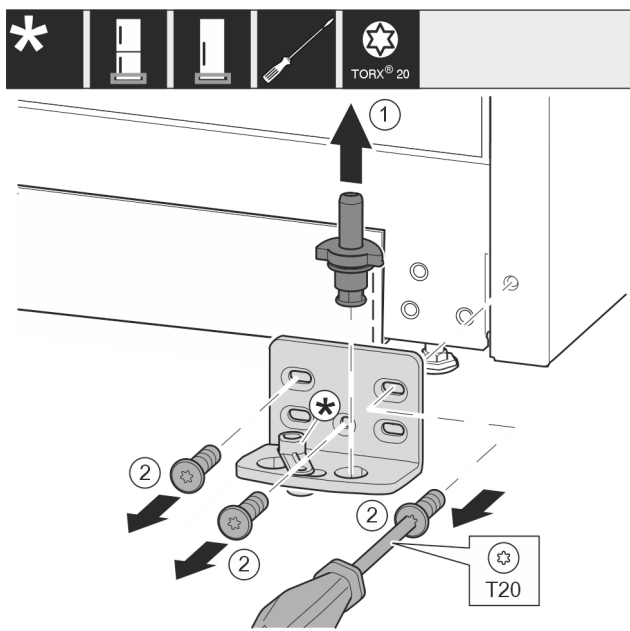

Fig. 15
- Ležajni sornik Fig. 15 (1) v celoti izvalcite v smeri navzgor.
- Odvijte vijake Fig. 15 (2) z izvijačem in snemite ležajni podstavek.